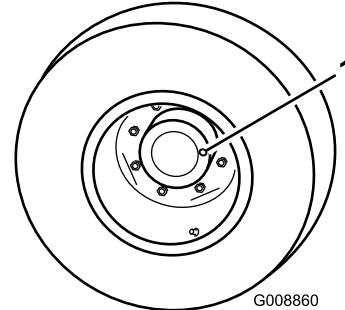

Figura 52
1. Con la máquina en una superficie nivelada, coloque la rueda con un tapón de verificación (Figura 52) en la posición de las 12 y el otro en la posición de las 3.
1. Tapón de verificación/drenaje (2)
2. Retire el tapón de la posición de las 3 (Figura 52).
- Retire el tapón de verificación/llenado del lado izquierdo de la caja de engranajes (Figura 52) y asegúrese de que el lubricante llega al borde inferior del orificio. Si el nivel es bajo, añada suficiente lubricante para que el nivel llegue al borde inferior del orificio.